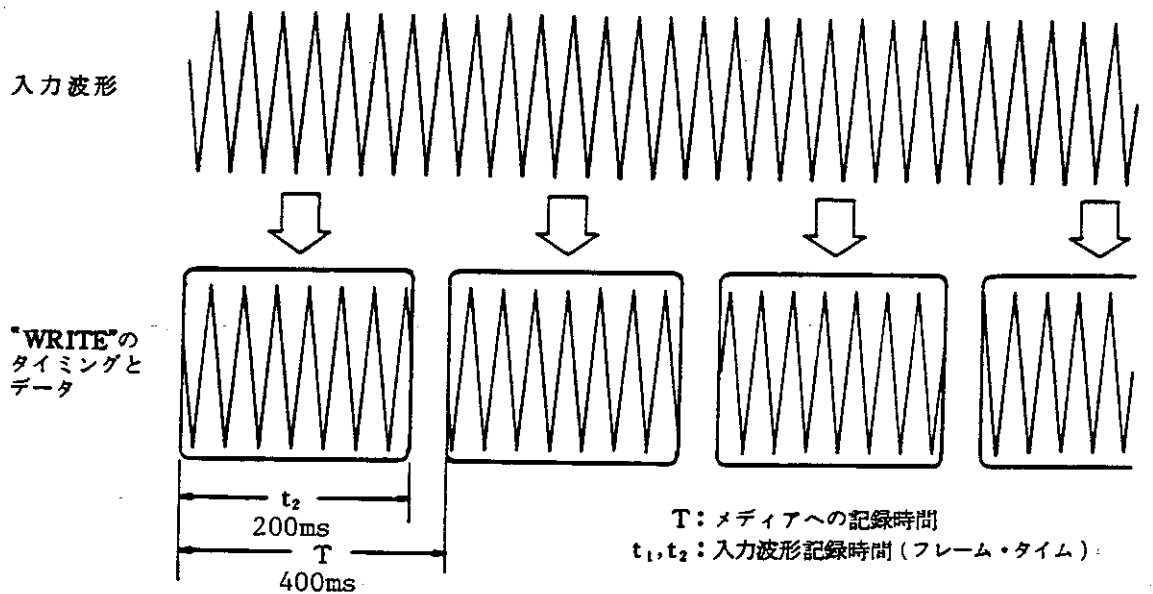
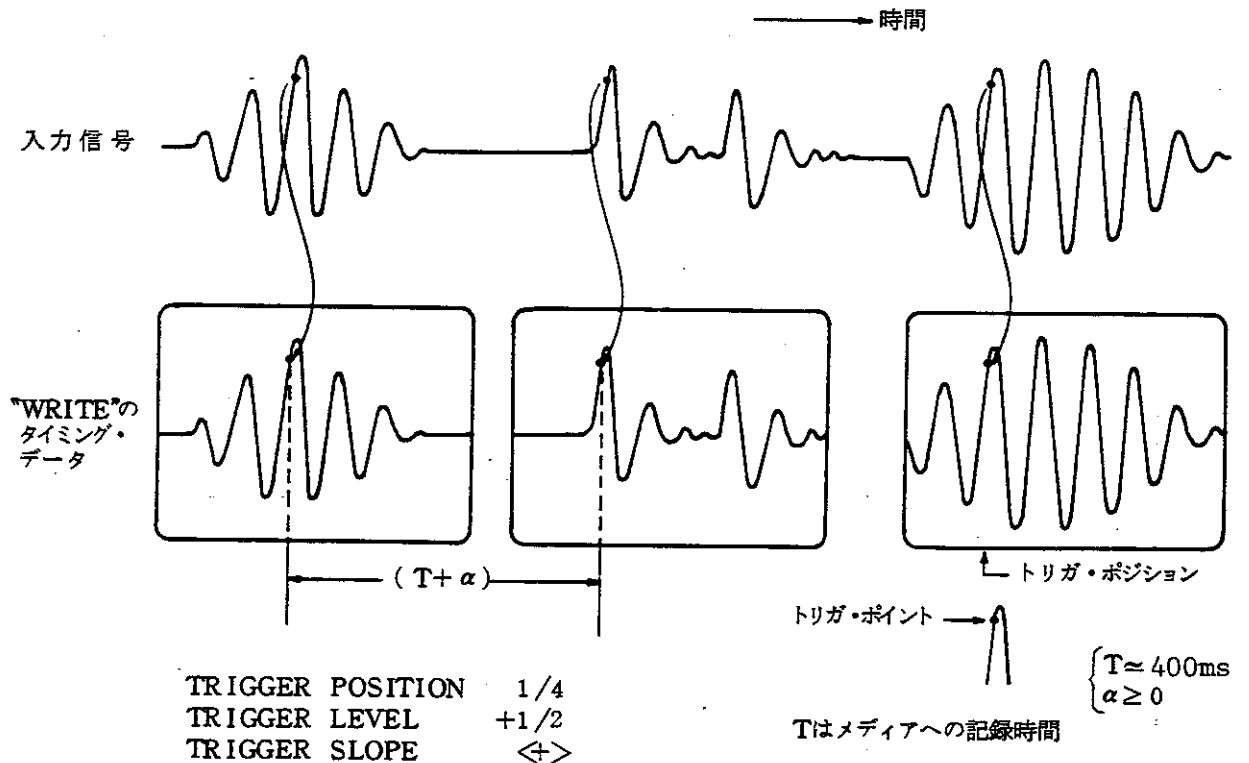
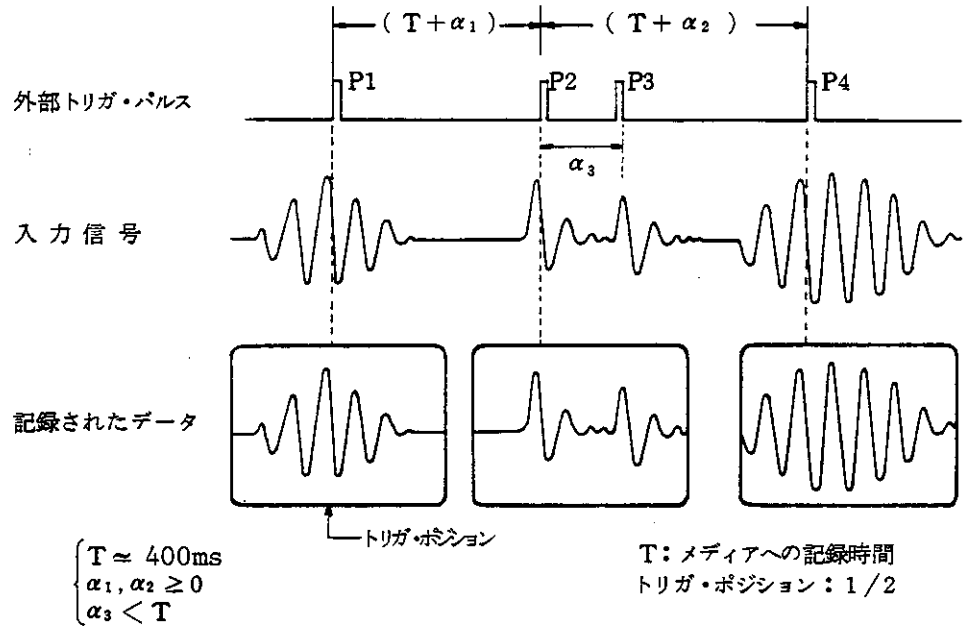

図 7-22 "FREE RUN" モードの記録のタイミング
図7-23 “**AUTO ARM**”モード(“**TRIGGER SOURCE INT**”)における記録のタイミング
図 7-24 "AUTO ARM" モード ("TRIGGER SOURCE EXT")
であり、TR9304を“FREE RUN”か“**AUTO ARM**”(“**AUTO ARM**”はトリガ条件が“INT.”と“EXT.”とがあります。)で使用するかによって、そのタイミングが異なります。〔図7-22〕および〔図7-23〕にこれらの関係を示します。
〔図7-22(a)〕は、TR9304の周波数レンジの設定が1kHzレンジ以下の場合の“FREE RUN”モードでの記録のタイミングを示します。この図では、TR9304の周波数レンジが500Hzに設定されており、記録モードは2単位データ(“TIME”データ)で記録される例を示してあります。2単位データの記録速度(T)は約400msに対して、500Hzレンジの入力波形記録時間：フレーム・タイム(t_1)は800msを要します。したがって、この設定で“FREE RUN”モードで連続記録を開始しますと、図に示すようにデータの約1/4はオーバ・ラップ(重複)しながら取込まれます。
〔図7-22(b)〕は、TR9304の周波数レンジを2kHzに設定し、記録モードはやはり2単位データで記録される例を示してあります。2kHzレンジの入力波形記録時間(t_2)は200msを要しますので、メディアへの記録時間(T)との関係は、図に示すようにデータ間にギャップを生じます。
〔図7-23〕は、“**AUTO ARM**”モード(“**INT.**”信号による)で連続的にデータを取込む場合を示してあります。“**AUTO ARM**”モードは、**TR9304**の入力波形が設定したトリガ条件と一致したときにデータを取込むモードです。図に示すように、メディアへの記録時間(T)より繰返しの早い現象は無視されるか、あるいは前のデータと一緒に記録されます。図の例は、2単位データ(“**TIME**”データ)で、**TR9304**の「**SETUP**」セクションの**TRIG**モード・メニューを次のように設定した場合のデータの取込みを示します。
この場合も、〔図7-22〕と同様、“**SPECT**”や“**HIST**”の1単位データに関しては、時間という概念が含まれていないデータの性質上、メディアへの記録時間より繰返しの早い現象が無視されるという概念はありません。
〔図 7-24〕は、**"AUTO ARM"** モードにおいて、入力信号によるトリガ・モードを **TR9304** の背面パネルにある **EXT TRIGGER** 端子からパルス信号を使用して〔図 7-23〕と同様のアプリケーションを実行した例です。
このときのデータの取込みのタイミングは、〔図 7-23〕に示すタイミングと同様であり、トリガ・ポイントが外部のパネル信号で与えられたと同様のタイミングが得られます。したがって、メディアへの記録時間 (T) より繰返しの早い外部パルス信号は受けつけられません。〔図 7-24〕の例では、外部パルス P3 は P2 との間隔が (T) より小さいため無視され、P4 でデータを取込んでいます。
〔図 7-23〕および〔図 7-24〕は、測定入力信号または外部パルス信号によってデータ記録のタイミングを発生しましたが、**"SYSTEM TRIG."** モードは、GP-IB を装備しているパーソナル・コンピュータ、デスク・トップ・コンピュータやコントローラからの **"WT"** コマンド (Write Trigger Command) によって、そのタイミングを発生します。